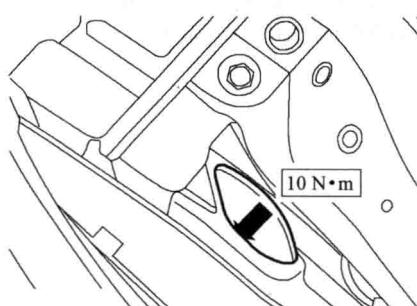
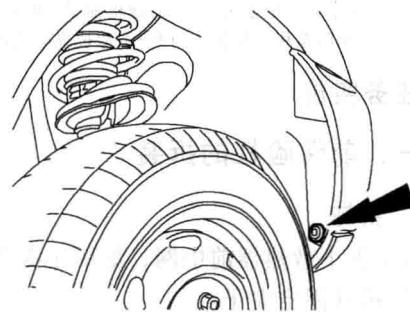

图 1-11 拆下前保险杠左侧固定螺栓
图 1-12 拆下前保险杠
(6) 拆下前保险杠左侧固定螺栓，如图 1-11 所示。
(7) 拆下两侧雾灯电线插头。
(8) 从两侧挡泥板拆下前保险杠，如图 1-12 所示。